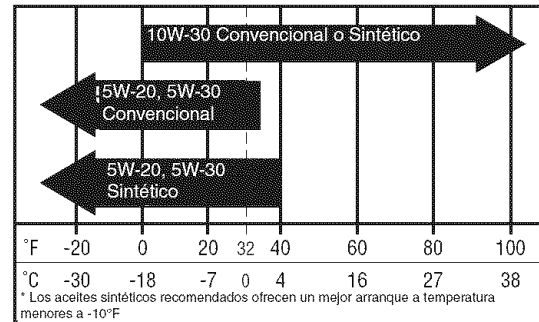

Figura 24. Aceite de Motor Recomendado
3. Quite la varilla de nivel de aceite (C) y límpiela con una toalla de papel.
4. Inserte de nuevo la varilla de nivel de aceite en el motor, pero no enrosque de nuevo el tapón en el tubo (D).
5. Quite la varilla de nivel de aceite y estudie el nivel del aceite. El nivel del aceite debe estar entre las marcas "F" y "L" (D). Si no, agregue aceite conforme a la tabla de recomendaciones de aceite (Figura 24).